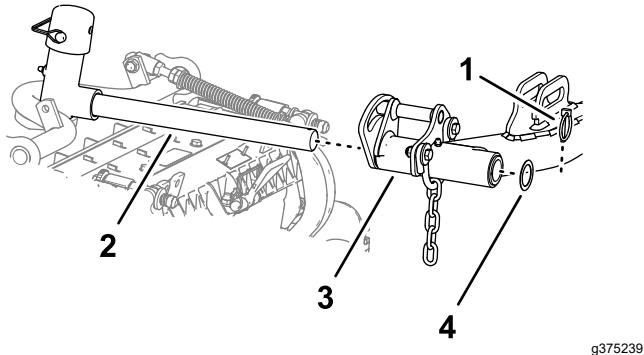

Figura 27
6. Deslize uma unidade de corte sob o braço de elevação (Figura 27).